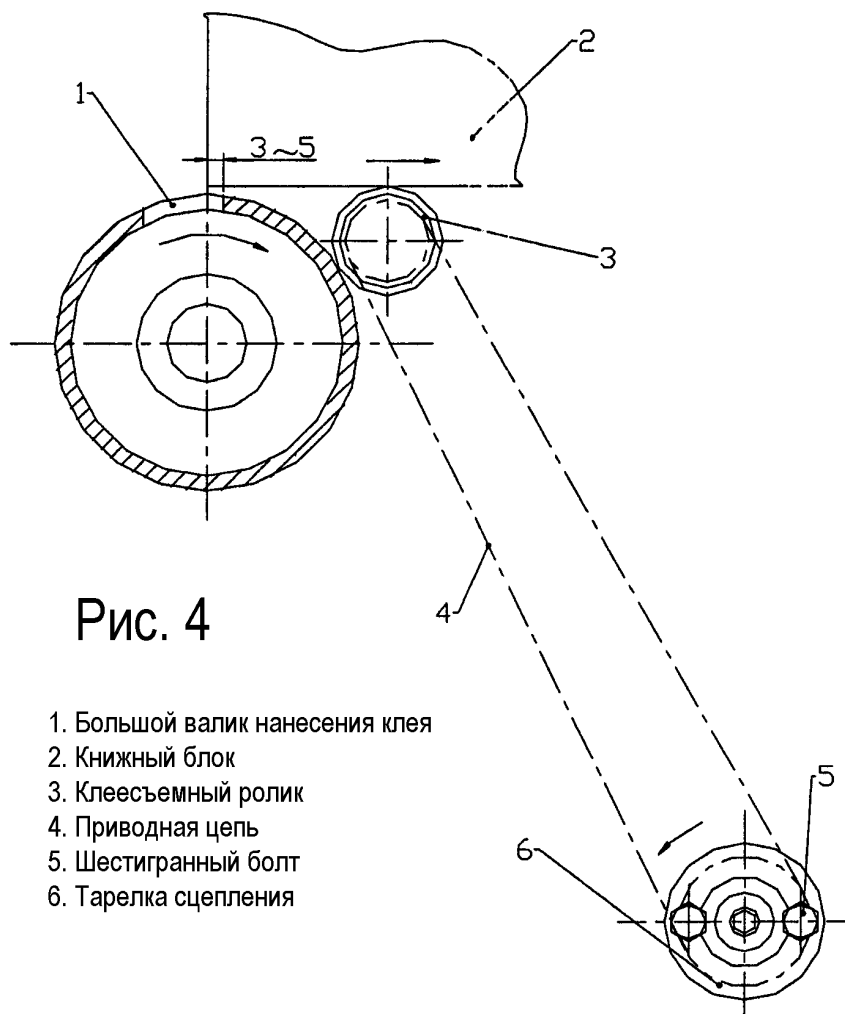

Рис. 4
В определенном месте на поверхности большого валика наносящего клей на торец корешка выбрана выемка, которую подгоняют под положение книжного блока таким образом, чтобы оставить 2-3 мм поверхности корешка без клея. Это делается, чтобы излишки клея при обжиме не выдавливались и не загрязняли обжимной стол и обложку. Поэтому, при смене положения установочного пальца на зажиме-держателе, следует соответственно сдвинуть выемку на клеевом валике. **Настройка:** открыть защитную крышку снизу в передней части машины для доступа к механизму регулировки (см. рис. 4). (1) Поместите заднюю часть книги над большим валиком. (2) Ослабьте два шестигранных болта. (3) Поворачивая тарелку сцепления, через цепную передачу проверните валик и подведите выемку на его поверхности на 3-5 мм от конца книги. (4) Затяните болты.